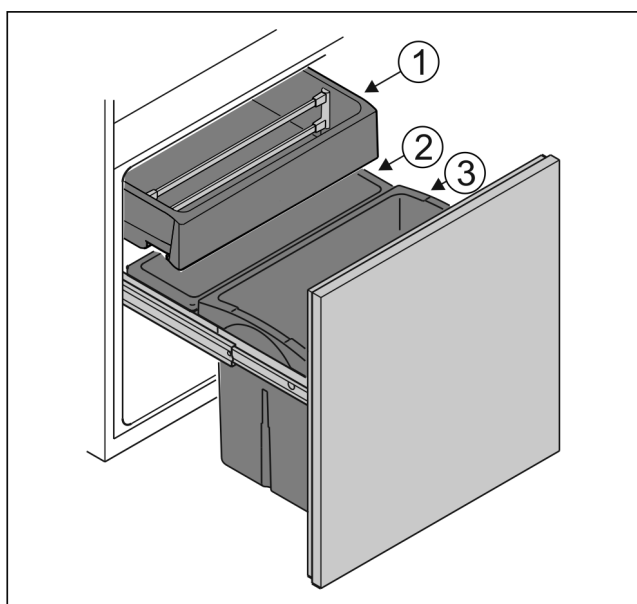

Fig. 6
- ▶ 容器 Fig. 6 (1)：存放无包装的蔬菜和热带水果。
▶ 容器 Fig. 6 (2)：存放无包装的小型水果和蔬菜。
▶ 容器 Fig. 6 (3)：存放单个瓶子。